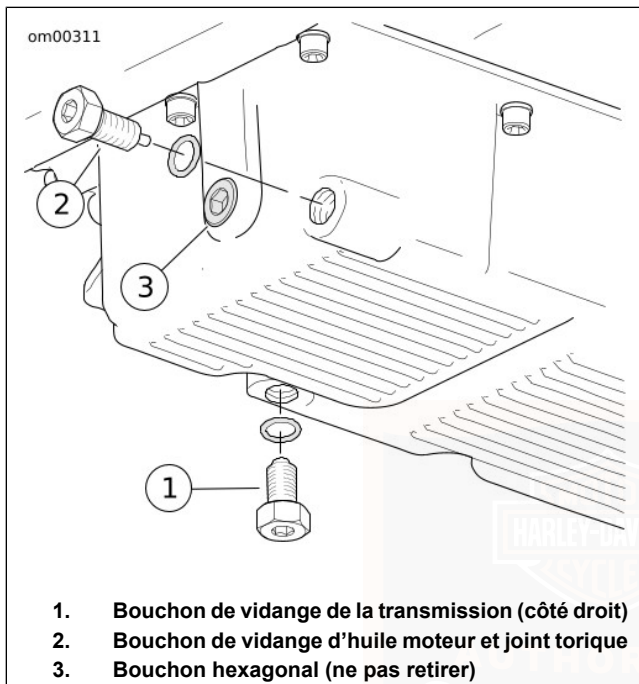

Figure 58. Carter d'huile
2. Voir Figure 58. Enlever le bouchon de vidange de la transmission. Vidanger le lubrifiant dans un récipient approprié.